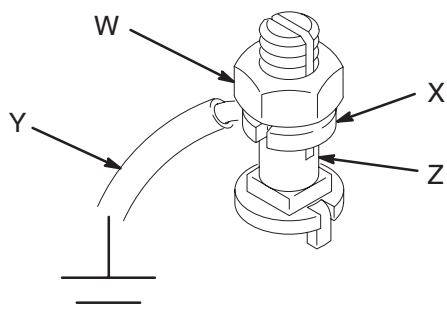

Abb. 2
Alle anderen Pumpen: Erdungskabel und Klammer verwenden. Siehe Abb. 2. Die Sicherungsmutter (W) und die Scheibe (X) der Erdungsöse lösen. Ein Ende eines mindestens 1,5 mm² dicken Erdungskabels (Y) in den Schlitz der Öse (Z) stecken und die Sicherungsmutter fest anziehen. Das andere Ende des Kabels mit einem guten Erdungspunkt verbinden. Erdungskabel und Klammer mit Teile-Nr. 237569 bestellen.